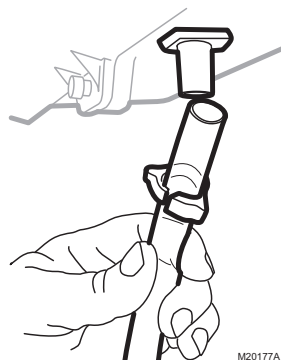

Fig. 7. Installation du tuyau de vidange.
4. Relier un tuyau de vidange de 13 mm (1/2 po) au raccord de vidange de l'humidificateur et le diriger vers le siphon de sol (voir la Fig. 7).